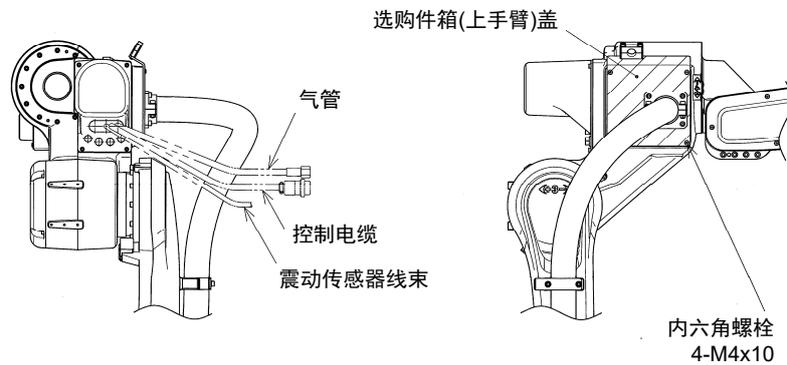

图 1.7 选配件箱(上手臂)外观
1. 参考图1.7, 拆卸4根内六角螺栓(M4×10), 并打开上手臂的选配件箱(上手臂)盖。